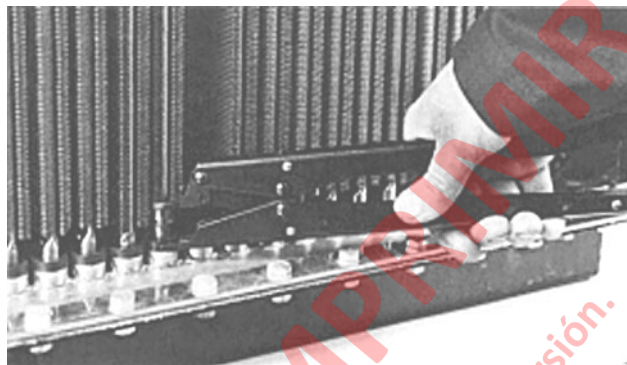

FIGURA 3-7. HERRAMIENTA DE INSTALACIÓN (VJ6567)
2. Después de que el tubo esté suelto, coloque la herramienta de instalación (VJ6567) en la parte inferior del tubo a desmontar. Consulte la Figura 3-7. La mandíbula superior de la herramienta de instalación se debe colocar justo bajo la sección rectangular del tubo. La mandíbula inferior debe descansar sobre el sello. Apriete la herramienta de instalación lo suficiente para que la parte inferior del tubo salga del sello inferior.